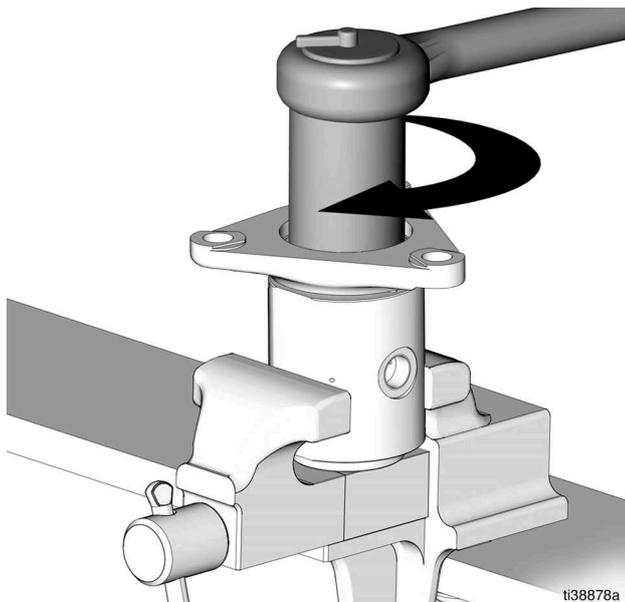

图 21
5. 使用 2 英寸套筒，重新安装喉管密封固定螺母 (19) 并拧紧（扭矩 150 - 165 ft-lb/203.4 - 223.7 N•m）（图 21）。